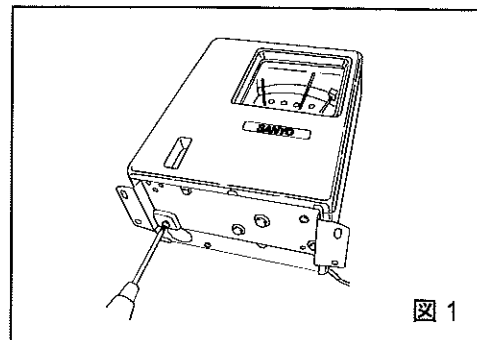

図1
庫内灯が切れた際には、次の手順の通りに庫内灯(電球)を交換してください。庫内灯は庫内上部の手前側にあります。(図 1)
1. 保冷库用自記温度記録計(MTR-0621LH)に、記録計に同梱されている説明書を参考にして、取付金具を取付けます。(図1)